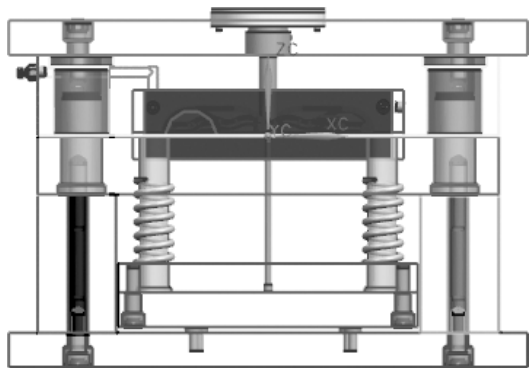

图 10-129 完成的模具结构
(8) 打开【腔体】对话框，在底板上给垃圾钉建立腔体。至此，整套模具的主要结构设计完毕，结果如图 10-129 所示。